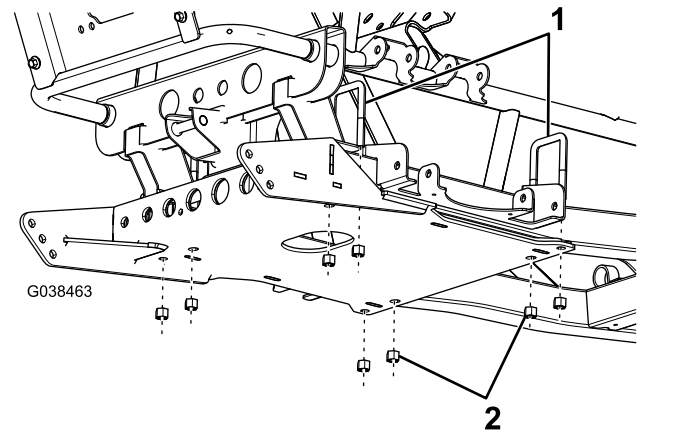

Bild 6
4. Befestigen Sie den Unterfahrerschutz lose mit vier großen U-Bügeln und acht Sicherungsmuttern (3/8") am Fahrzeugrahmen (**Bild 6**).